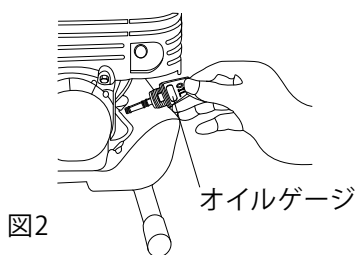

図2
b. エンジンオイルの点検。エンジンを水平にしオイル給油キャップを外し、注入口の口元までオイルがあるか点検してください。(図2・3) 不足している場合は、新しいオイルを口元まで補給してください。